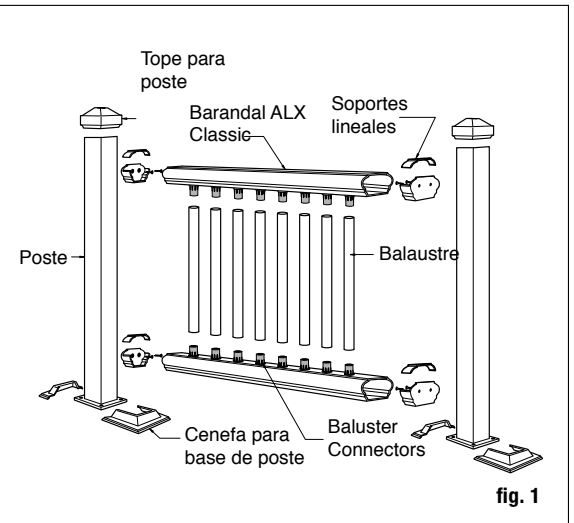

fig. 1
**Paso 7** Mida la distancia entre los postes instalados para determinar la longitud de los barandales superior e inferior (fig. 1). Coloque el barandal inferior sobre la terraza. La distancia entre el poste y el primer balaustre debe ser menos de 4 pulgadas e igual en ambos extremos. Marque el ángulo y la longitud. Repita con el barandal superior. Quite 13/64 pulg. adicionales en ambos extremos (13/32 pulg. en total) para que el soporte encaje entre el barandal y el poste. Recorte los barandales superior e inferior a la longitud deseada.